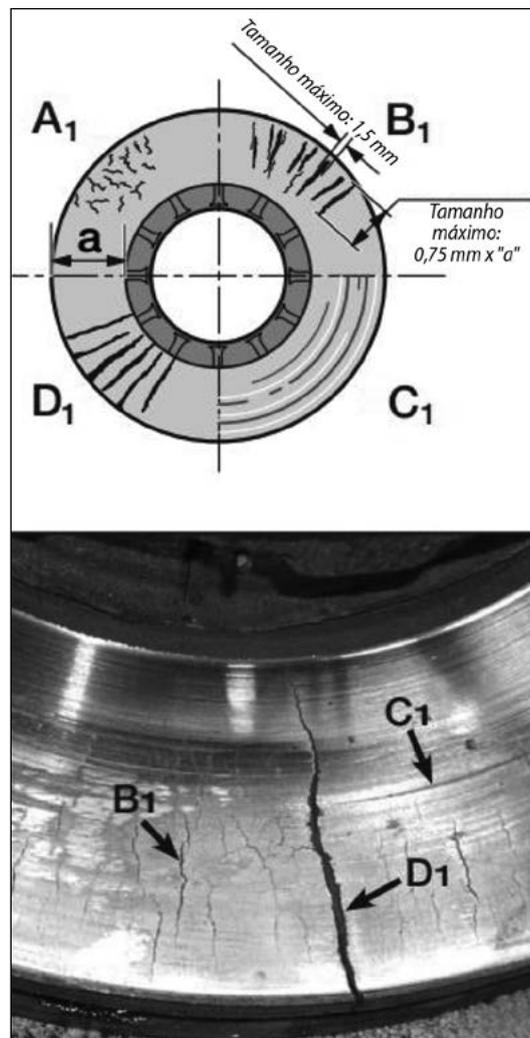

Figura 5-4-20
6. Por exemplo, as possíveis condições da superfície do disco de freio mostradas na *Figura 5-4-20* são as seguintes: